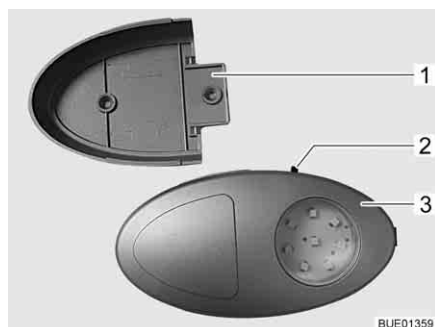

Fig. 70 Lámpara del armario ropero
- ▷ La lámpara del armario ropero puede ser extraída del soporte atornillado (Fig. 70,1) y ser usada como linterna.
El interruptor (Fig. 70,2) está instalado directamente en la lámpara del armario ropero (Fig. 70,3).